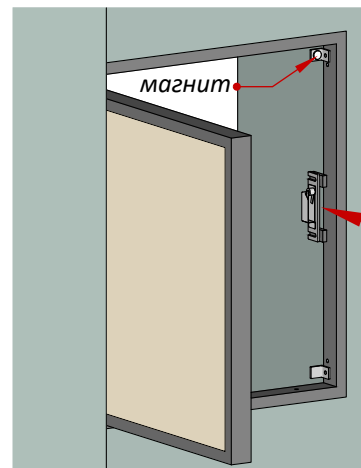

Рис. 12
- 4) Отодвиньте платформу с замком вглубь, чтобы замок не касался створки во время укладки плитки (Рис.12).
- 5) На один стопорный уголок прикрепите неодимовый магнит (Рис.12) и утопите уголок с магнитом так, чтобы от магнита до створки было 1-3 мм, он будет удерживать створку люка в момент укладки плитки. Отрегулируйте второй стопорный уголок таким образом, чтобы не нарушалась плоскость створки люка со стеной.